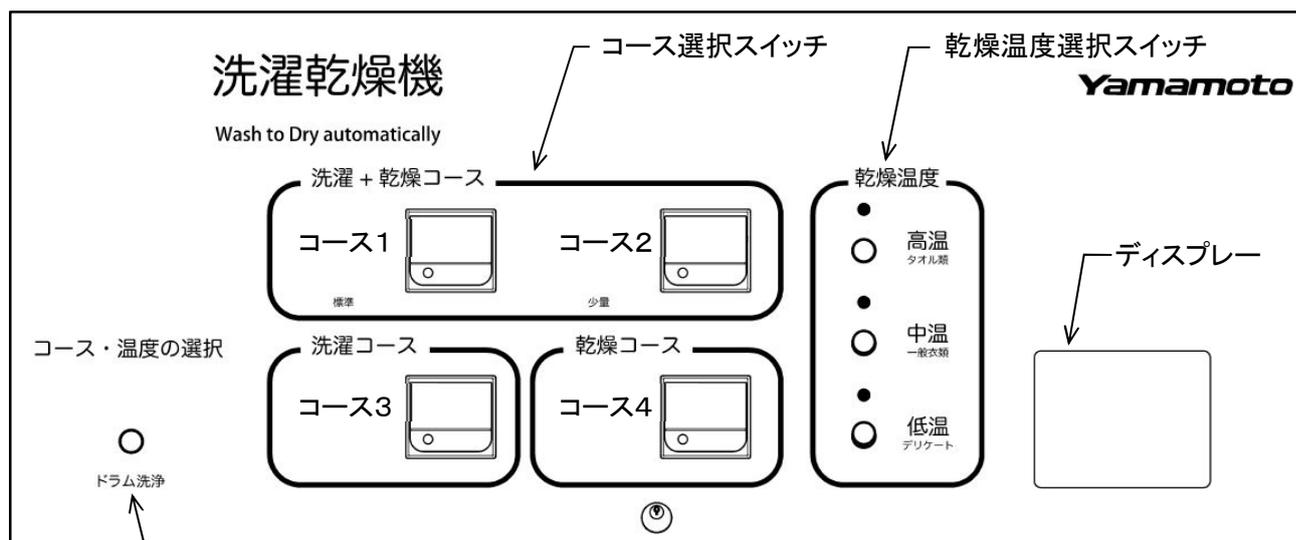

図7-1
7.1.1 操作パネルの説明(図7-1)
- 2) コース選択スイッチを押し、コースを選択します。(図 7-1)